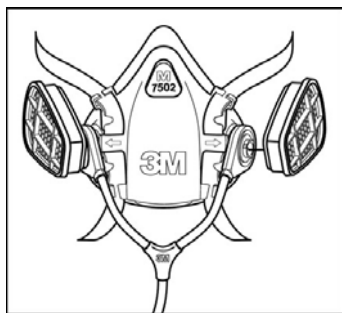

图 9
2. 选择符合呼吸防护需要的滤毒盒和滤尘棉，并连接到 3M SA-1600 或 SA-2600 呼吸管的外部插口上（参见图 9）。